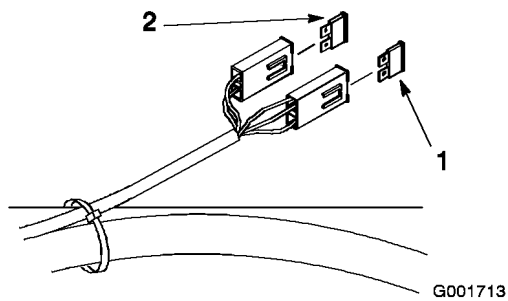

Bild 45
1. Entriegeln Sie den Sitz und heben Sie ihn an, um die Sicherungsfassung zugänglich zu machen (Bild 45).
3. Setzen Sie eine neue Sicherung ein (Bild 45).